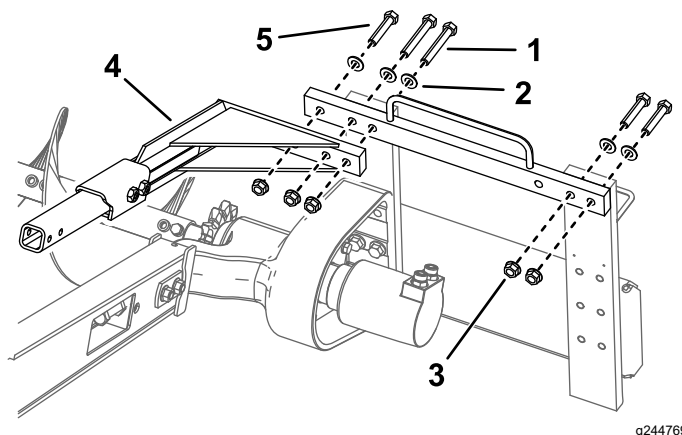

Figure 10
1. Boulon (6)
8. Retirez les 2 boulons ($\frac{5}{8}$ " x 3"), les 2 rondelles et les 2 écrous qui fixent le côté droit du bâti supérieur et placez-les dans les trous correspondants sur la gauche (Figure 10).
1. Boulon ($\frac{5}{8}$ " x 4") (2)
2. Rondelle (5)
3. Écrou (5)
5. Boulon ($\frac{5}{8}$ " x 3") (3)
9. Montez le longeron de sécurité par dessus la chaîne de la trancheuse à l'aide des 3 boulons, rondelles et écrous à embase retirés précédemment (Figure 10).